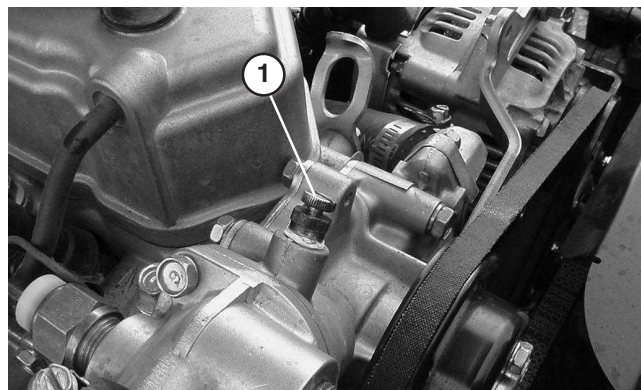

Figure 49
5. Ouvrez la vis de purge en haut de la pompe à eau (Fig. 49).